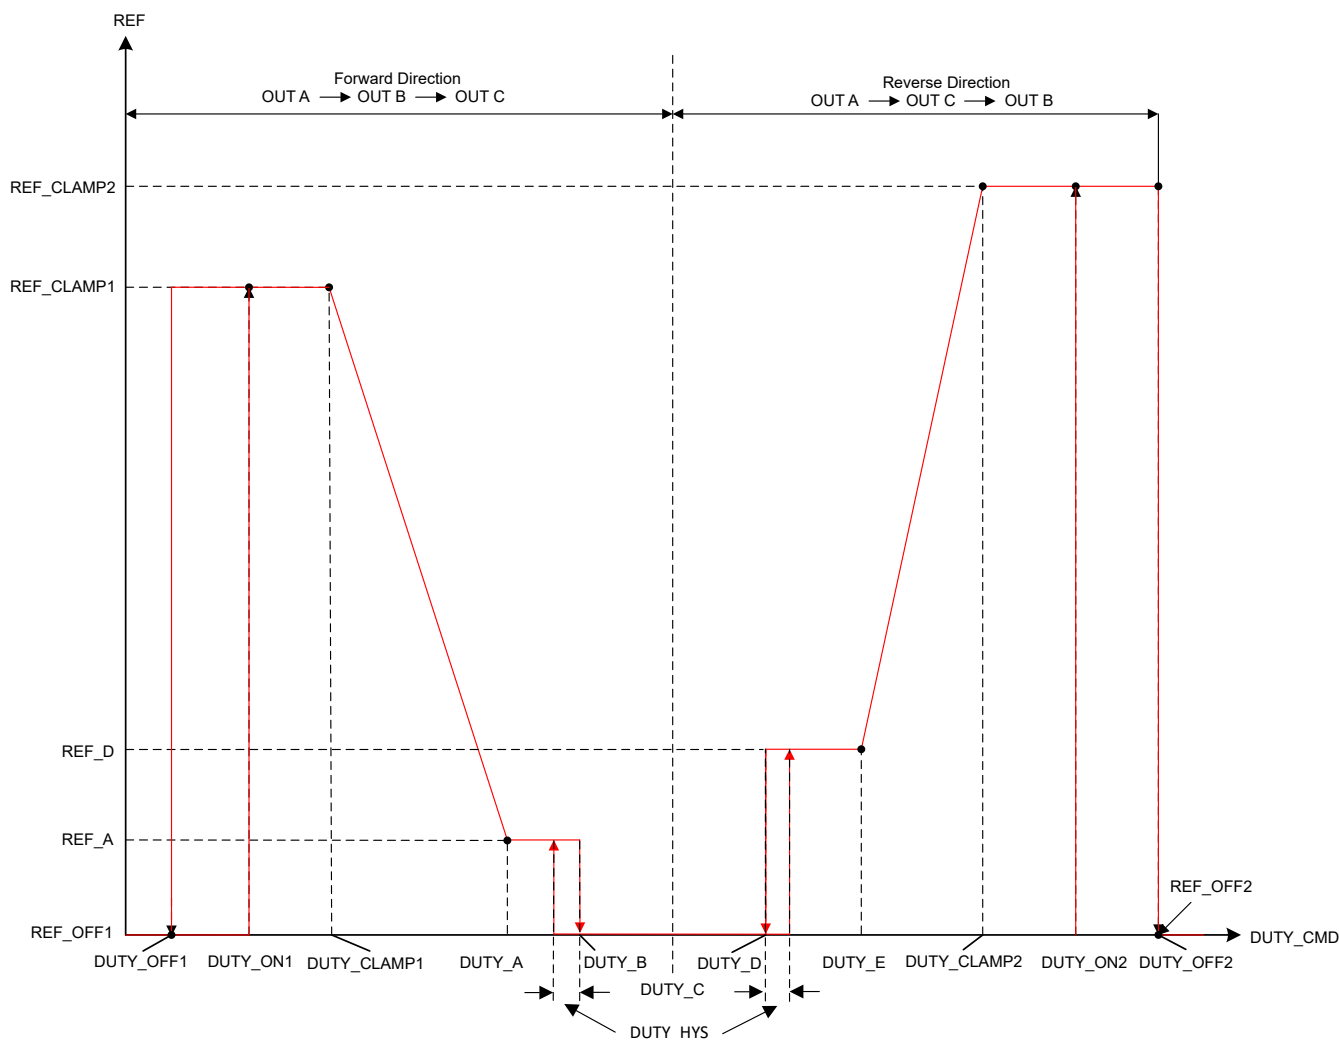

図 7-13. 双方向制御プロファイル
- DUTY_OFF1 と DUTY_ON1 は、リファレンス制御入力 REF_CLAMP1 および REF_OFF1 間を遷移する際のヒステリシスを設定します (図 7-13 を参照)。
- DUTY_A は、リファレンス REF_A のデューティ・コマンドを設定します。このリファレンスは、DUTY_CLAMP1 と DUTY_A の間を直線的に変化します。DUTY_A から DUTY_E は、図 7-13 と同じ順序である必要があります。
- DUTY_OFF2 と DUTY_ON2 は、リファレンス制御入力 REF_CLAMP2 および REF_OFF2 間を遷移する際のヒステリシスを設定します (図 7-13 を参照)。